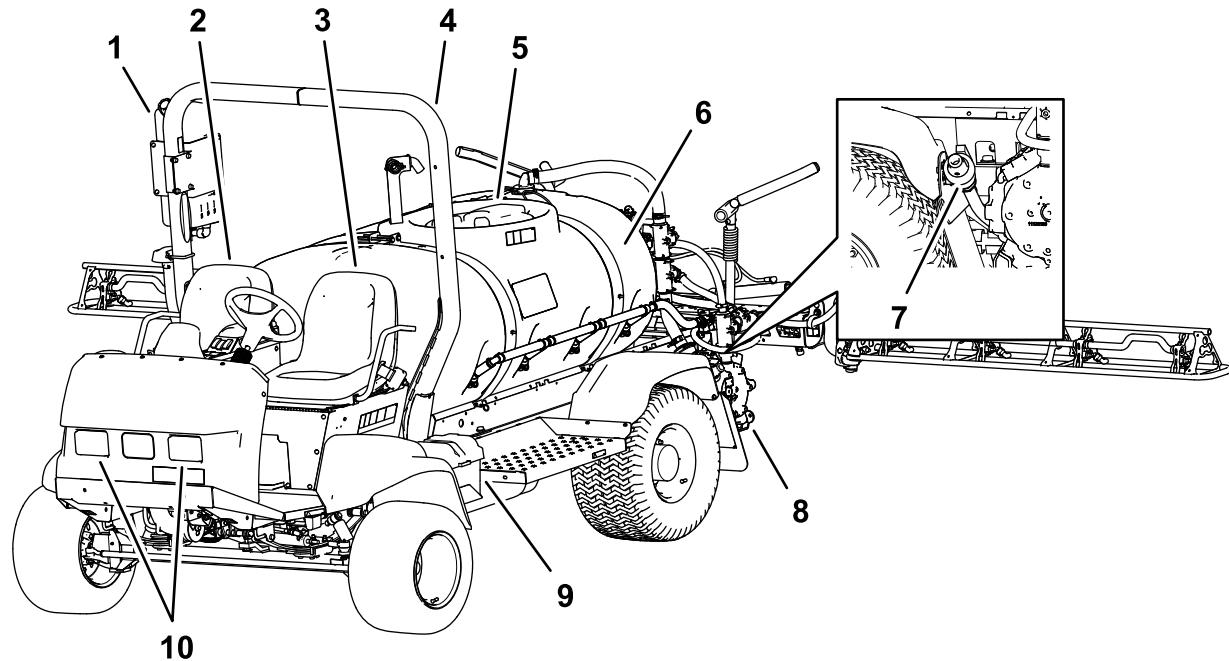

**Figure 9**
1. Retirez les boulons, les rondelles et les écrous qui fixent l'amortisseur d'expédition à la plaque de châssis avant (Figure 9).
2. Déposez l'amortisseur d'expédition de la machine (Figure 9).